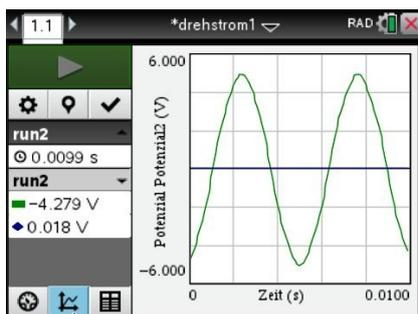

Bild 18.1
Die Messung wird gestartet und so lange wiederholt, bis sich eine Darstellung wie in Bild 18.1 ergibt.
1. Gut zu erkennen ist der sinusförmige Verlauf der Induktionsspannung (Bild 18.1).